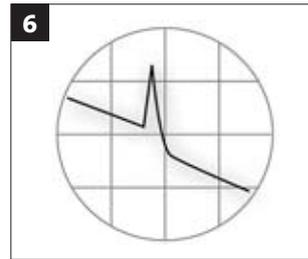

Bild 6: Reflektives Ereignis – Stecker
- **Reflektives Ereignis – Stecker:** Ein mechanischer Spleiß wird in aller Regel ebenso wie ein Stecker als reflektives Ereignis wahrgenommen. Das liegt am minimalen (Luft-)Spalt zwischen den Faserenden (**Bild 6**). Generell entstehen Reflexionen an Brechzahlunterschieden (Klassiker: Glas-Luft-Glas-Übergang).